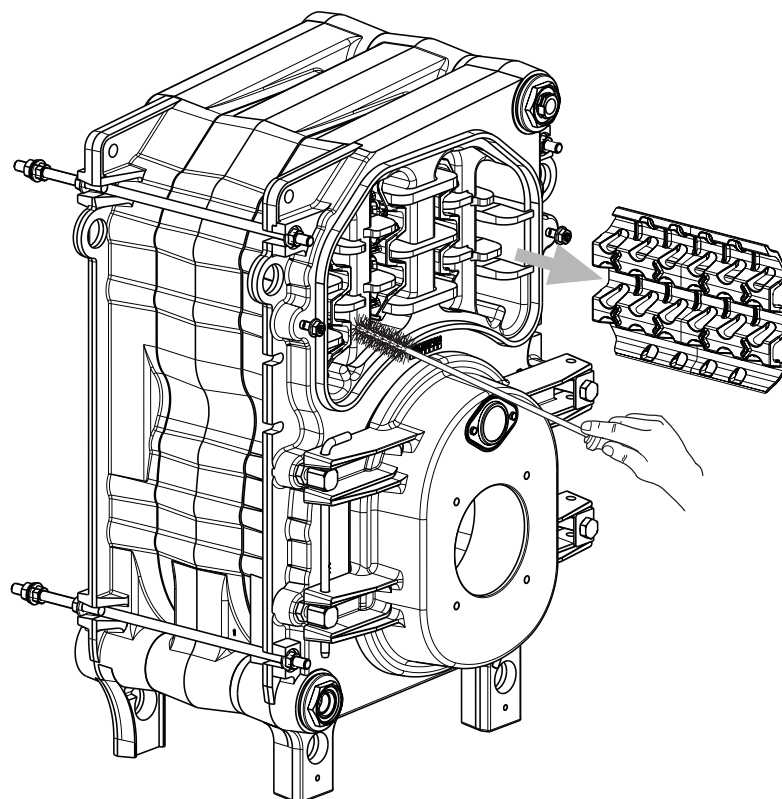

Fig. 11
3.3.1 Côté fumées chaudière (fig. 11)